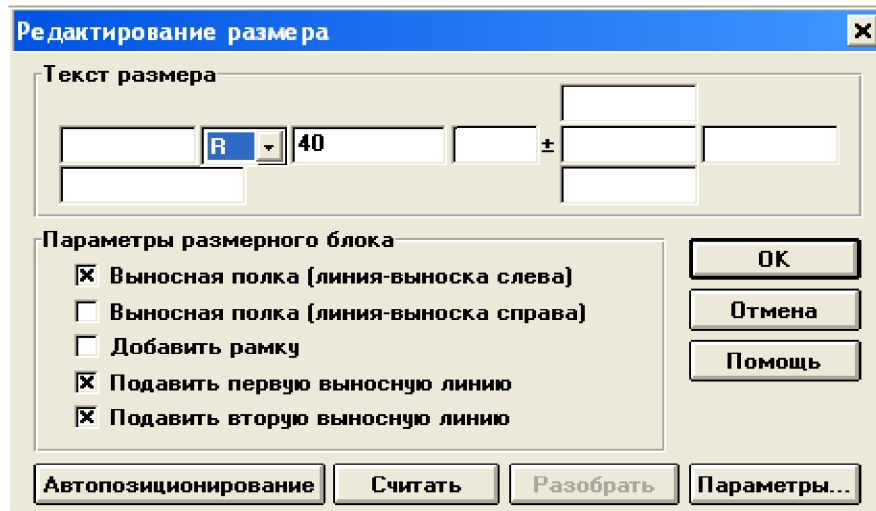

Рис. 1.6. Таблица редактирования размеров
- нажать <Esc>, в таблице редактирования размеров (см. рис.1.6) исправить значение размера (если это необходимо) и установить перед числовым значением размера букву “R”;